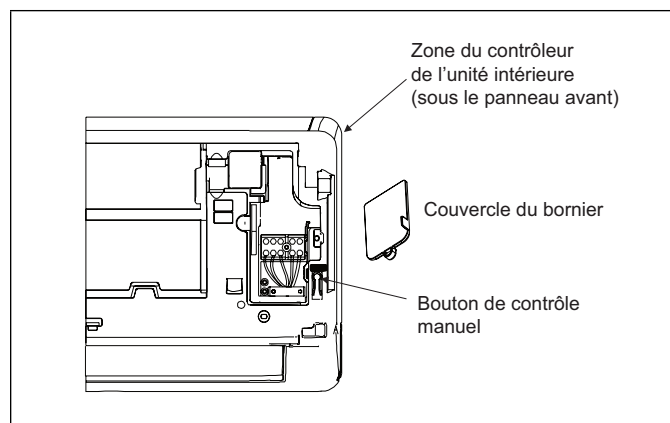

Figure 29. Bouton de contrôle manuel
2. Le bouton MANUAL CONTROL (contrôle manuel) se trouve du côté droit de l'unité. Appuyer deux fois sur ce bouton pour sélectionner la fonction CLIMATISATION. Voir la « Figure 29. Bouton de contrôle manuel ».